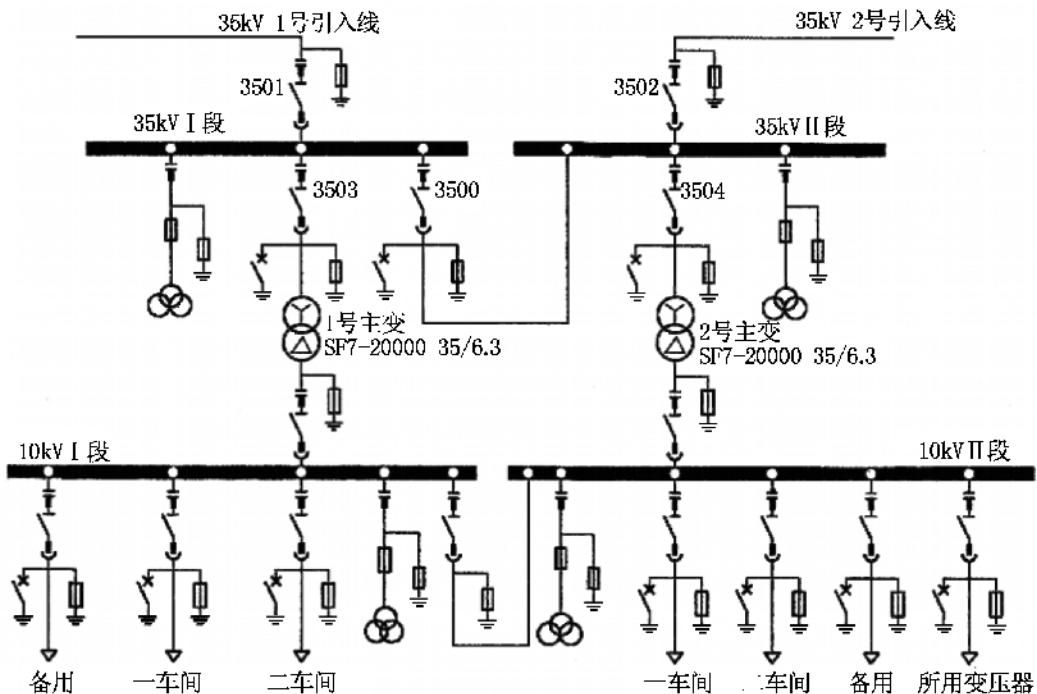

图1-1-8 某厂总降压变电所一次接线图
- 说明图1-1-8中变电所的高低压侧电气主接线分别是哪种？